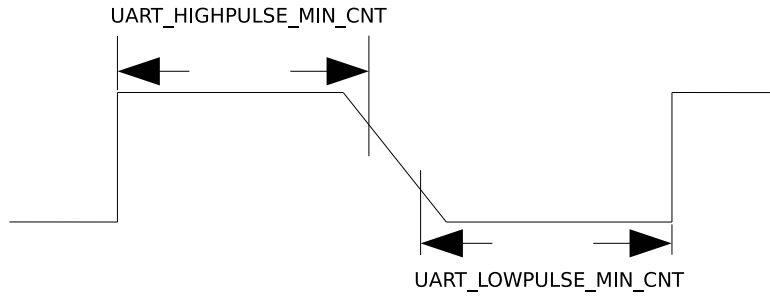

图 26-5. UART 信号下降沿较差时序图
2. 对于 UART 信号的下降沿信号比较差的情况，如图 26-5 所示，这时通过取 `UART_LOWPULSE_MIN_CNT` 与 `UART_HIGHPULSE_MIN_CNT` 的和平均得到的值不准确，可以通过 `UART_POSEDGE_MIN_CNT` 获取发送方波特率。计算公式如下：